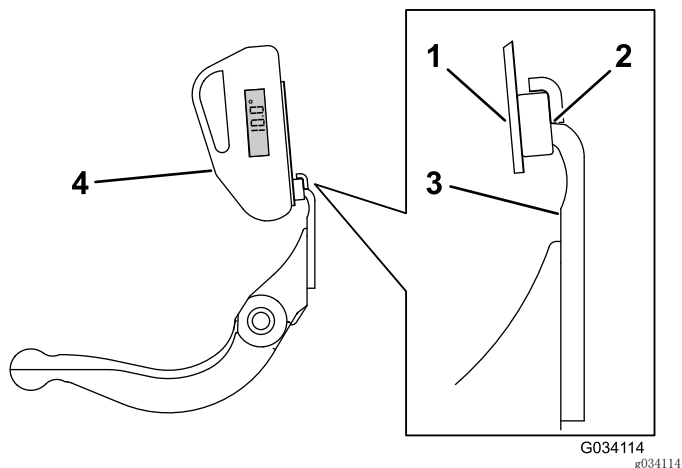

图26
3. 将角度指示器底座放到底刀边缘上，以使磁体边缘与底刀边缘紧密配合（图26）。
4. 如 图26 所示，将角度指示器放置到底座上。